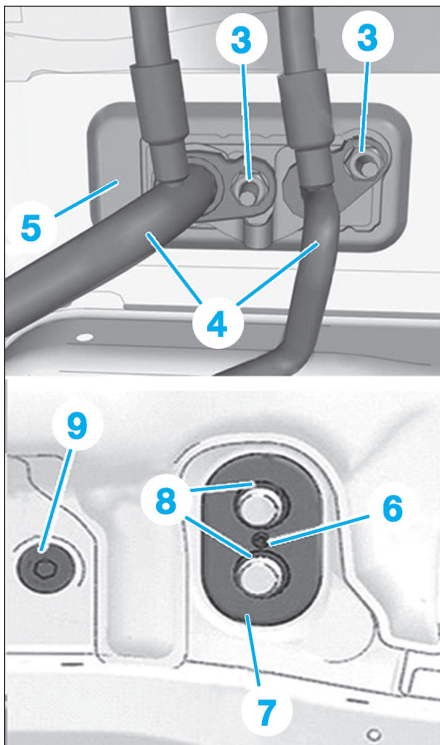

Fig. 14
- Déposer les écrous (3) (Fig.14).
- Désaccoupler les conduites (4) avec le caoutchouc d'étanchéité (5) perpendiculairement au détendeur.
- les joints toriques des conduites (4),
- la vis (6),
- la plaquette de maintien (7),
- le caoutchouc d'étanchéité (8),
- la vis (9) avec la rondelle.